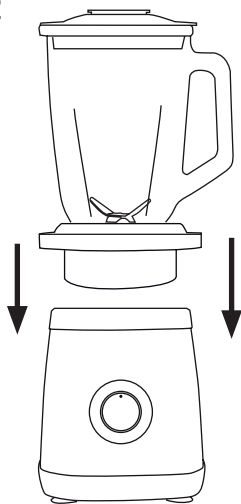

Fig.3
- Afloje la base de la jarra girándola en sentido contrario a las agujas de reloj. (Fig.3).